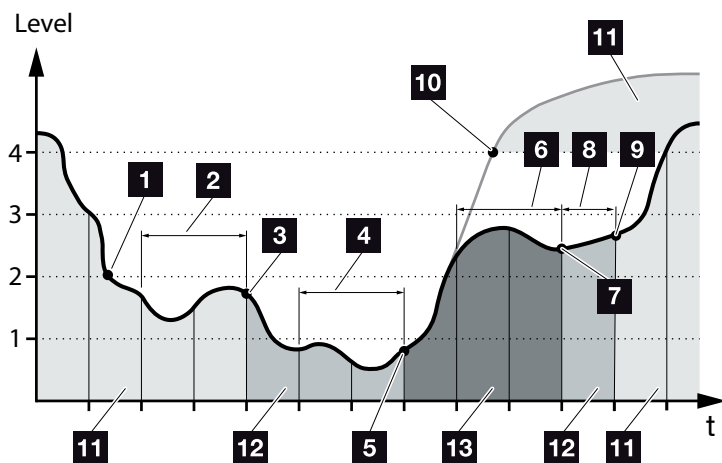

Fig. 47: Modo automático
Ao contrário do modo "automático", neste modo, a bateria é desligada assim que a energia dos geradores locais descer abaixo do limite do nível 1 durante dois dias consecutivos.  **Fig. 47, pos. 5**